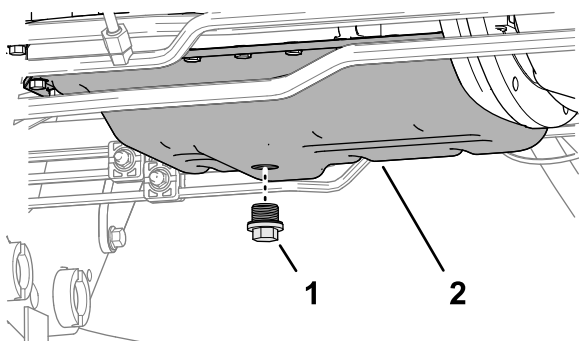

図 125
4. ドレンプラグ 図 125を抜き取り、排出されるオイルを容器に回収する。